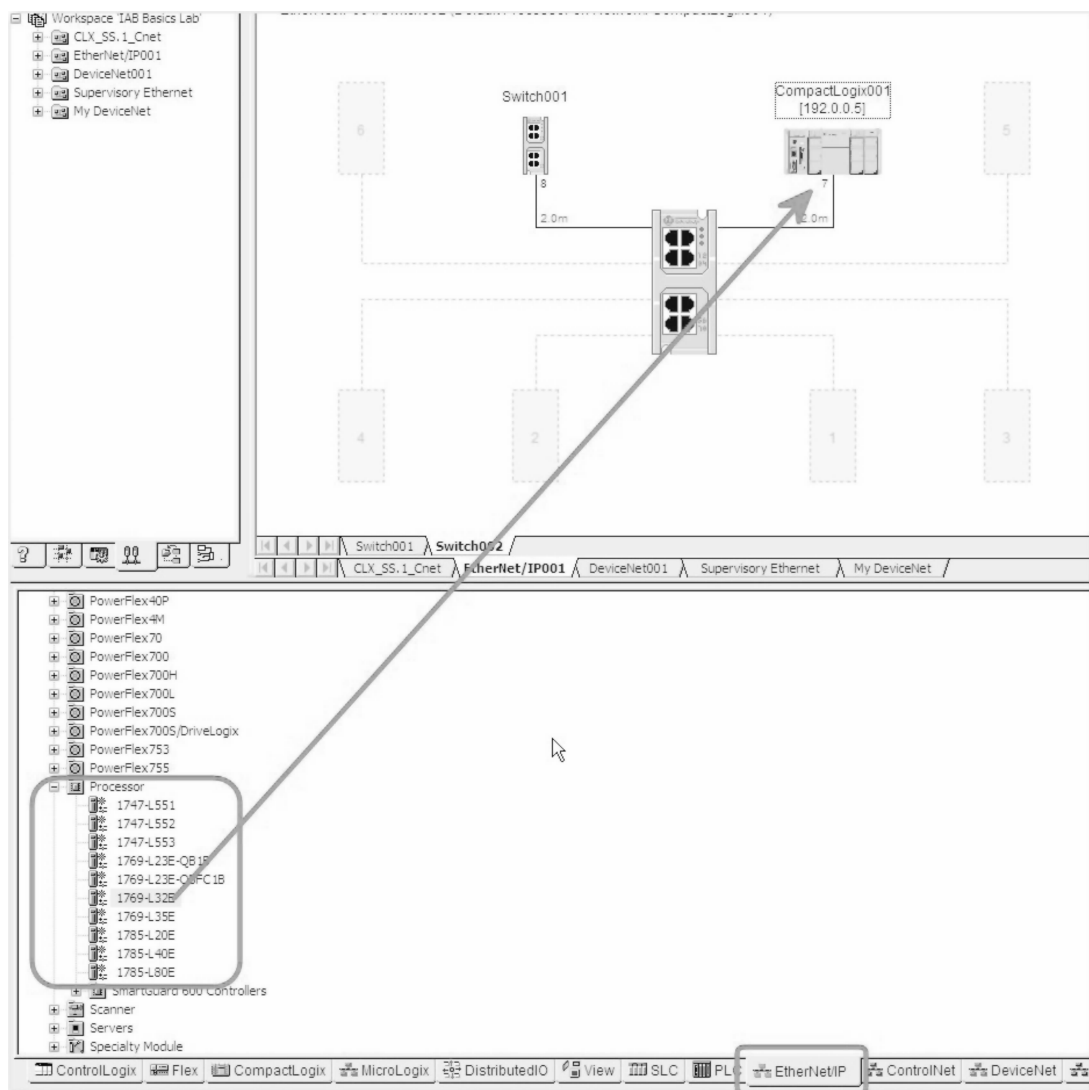

图 26-160 添加新处理器
6. 单击 Switch002 的选项卡。从以太网设备列表中，将 1769-L32E 处理器拖动到网络视图中，如图 26-160 所示。